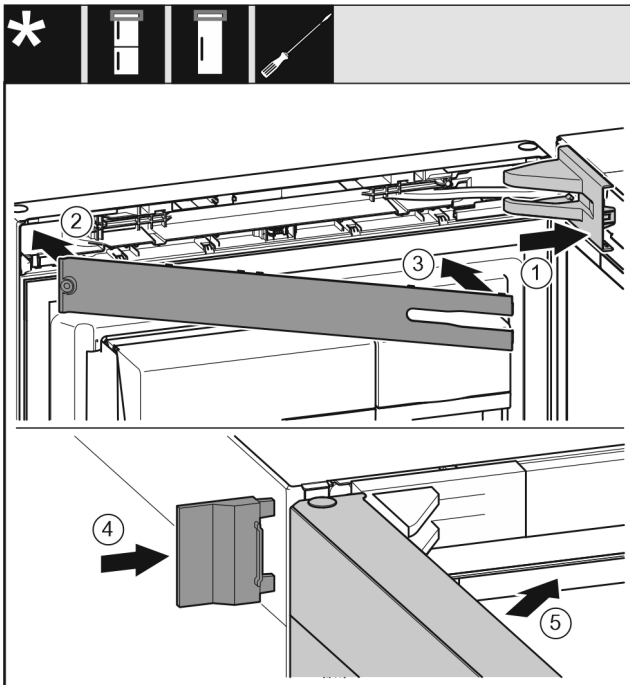

Fig. 25
- Lagerbockabdeckung Fig. 25 (1) aufsetzen und einrasten, ggf. vorsichtig auseinanderdrücken.
- Blende Fig. 25 (2) aufsetzen.
- Blende Fig. 25 (3) einschwenken und einrasten.
- Äußere Abdeckung Fig. 25 (4) aufschieben.
- Obere Tür Fig. 25 (5) schließen.